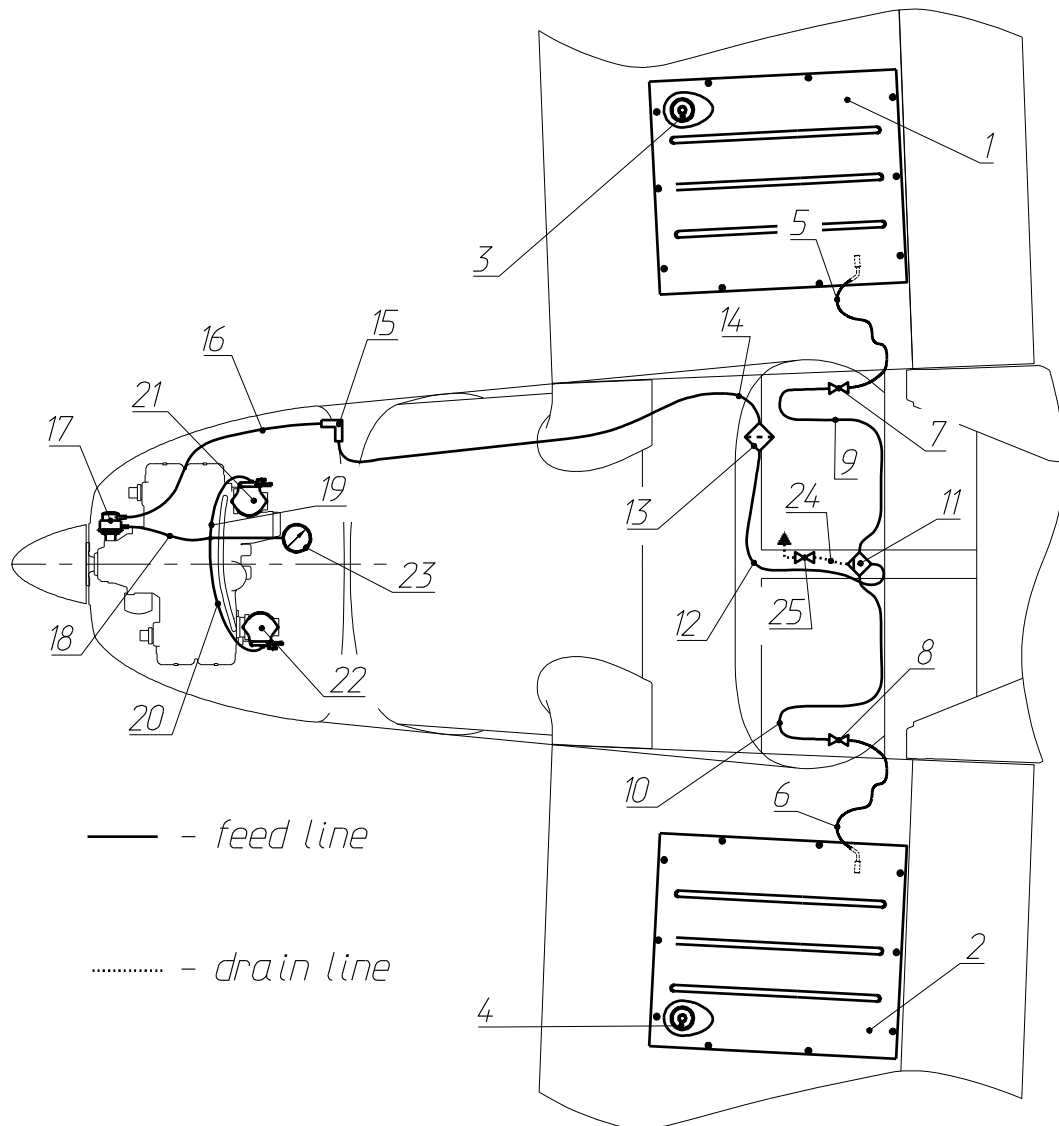

Fig.1 : Schéma circuit carburant
Le système d'alimentation du A32L (voir **fig.1**) comprend deux réservoirs de carburant (1,2) (de 45l de contenance chacun), de bouchons de remplissage (3,4), des durites à carburant diam.8mm (5,6,9,10,12,14) et des durites ROTAX (16) reliant les deux réservoirs et à la pompe à essence (17) via deux vannes carburants (7,8) et un presse étoupe (15), un retour carburant (24), un décanteur (11) et un filtre à carburant (13). La pompe à essence alimente les carburateurs du moteur via une durite à essence (18,20). Les réservoirs sont vidangés via des vis de purge (25).